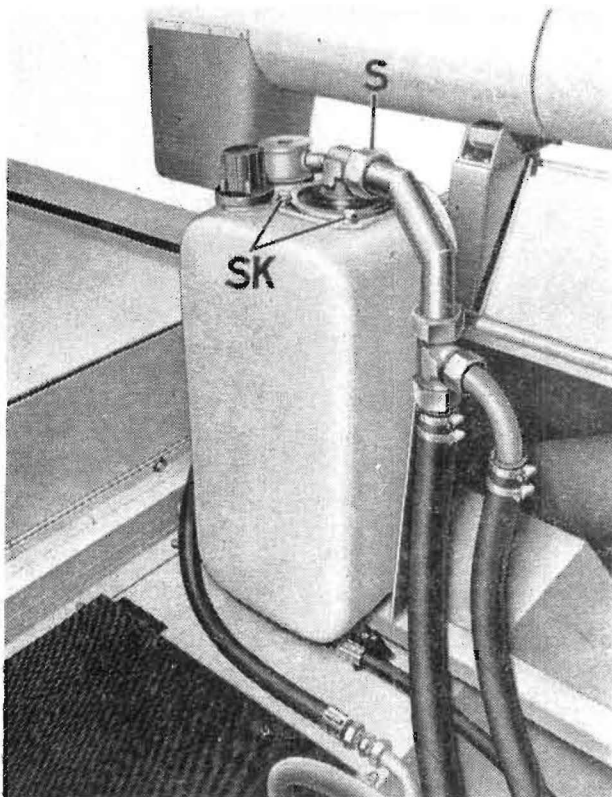

Bild 6/100
- Saugleitung (S) vom Saugeinsatz lösen, Öffnung zum Schutz vor Verschmutzung verschließen
- Schrauben (SK) am Saugeinsatz lösen und Einsatz aus dem Behälter herausnehmen (Bild 6/100)
- Federstecker (FS) ziehen und Patrone (PA) herausnehmen (Bild 6/101)